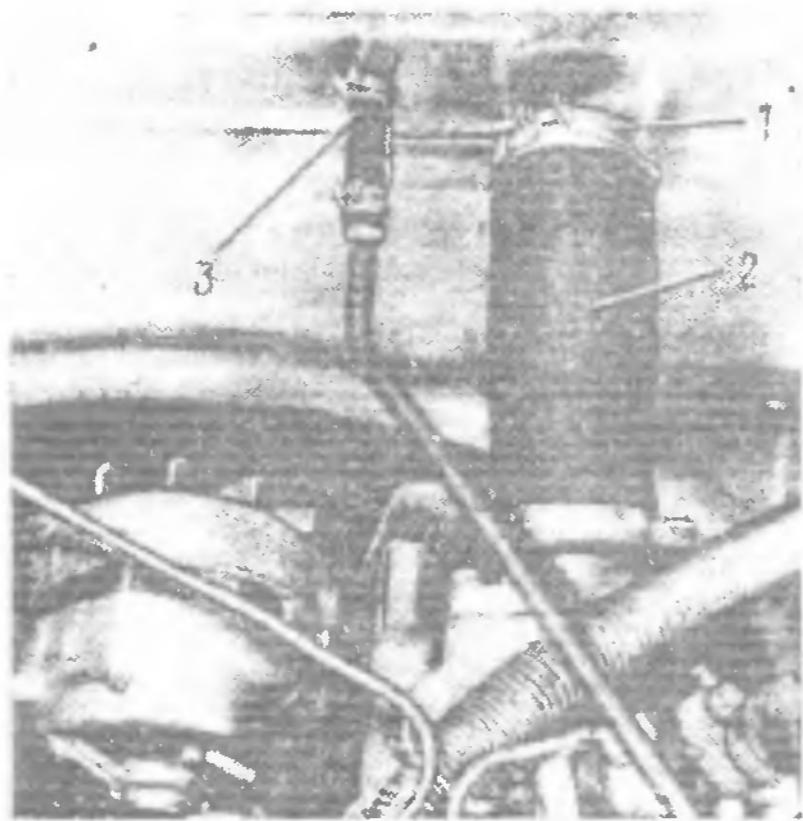

Рис. 21. Верхний патрубок радиатора:
7. Ослабьте хомут 1 (рис. 21), отсоедините от радиатора патрубок 2 и пароотводящую трубку 3	Отвертка
26. Подсоедините к радиатору и закрепите патрубок 2 (см. рис. 21) и пароотводящую трубку 3	Отвертка